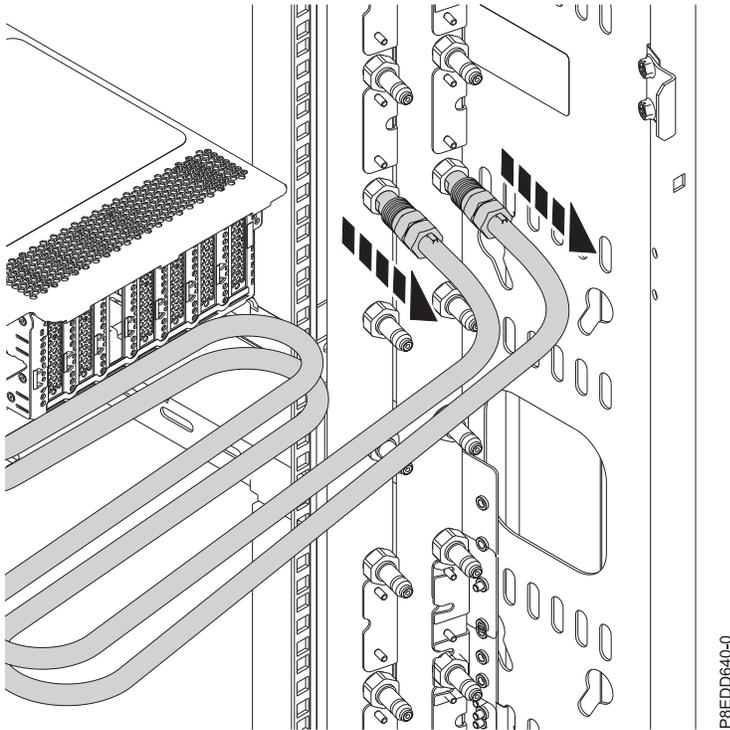

図 222. 冷却水ホースの切り離し
2. 水冷システムの場合、マニフォールドの位置で冷却水ホースにラベルを付け、ホースを切り離します。連結部を手前に引いて、冷却水ホースを切り離してください(213 ページの図 222 を参照)。